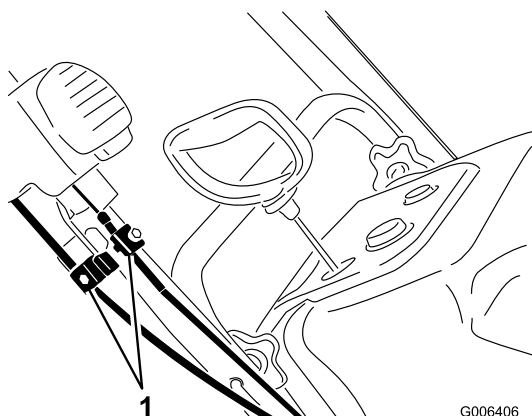

Figure 40
- Desserrez les serre-câble des 2 câbles de commande Quick Shoot (Figure 40).